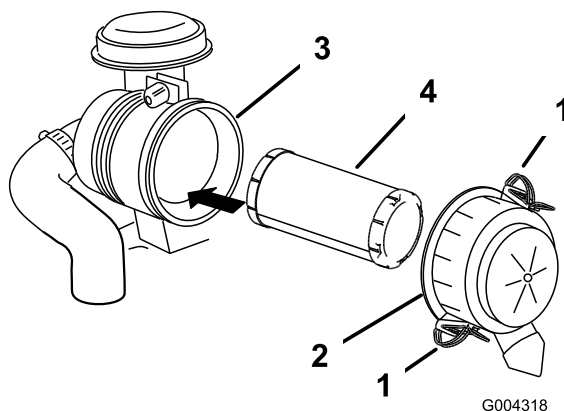

Figure 34
3. Ouvrez les attaches du filtre à air et enlevez le couvercle du corps du filtre (Figure 34).
5. Sortez l'élément filtrant du corps du filtre avec précaution (Figure 34). Évitez de cogner l'élément à l'intérieur du corps.
2. Insérez l'élément filtrant dans le corps du filtre avec précaution (Figure 34).
3. Reposez le couvercle du filtre à air, le côté portant l'inscription **UP** en haut, et fermez les dispositifs de verrouillage (Figure 34).